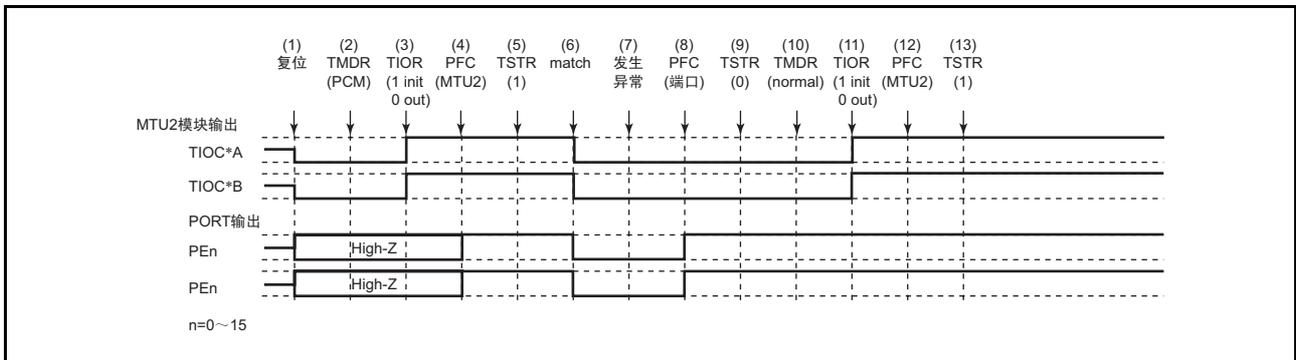

图 10.152 在相位计数模式中发生异常并在正常模式中恢复
在相位计数模式中发生异常，重新设定后在正常模式中重新开始的说明如图 10.152 所示。
- (1) ~ (9) 与图 10.152 相同。
- (10) 设定 PWM 模式 1。
- (11) 必须通过 TIOR 初始化引脚（在 PWM 模式 1 中不初始化 TIOC*B）。
- (12) 必须通过 PFC 设定为 MTU2 输出。
- (13) 通过 TSTR 重新开始。
(19) 在相位计数模式的运行中发生异常并在 PWM 模式 2 中重新开始时的运行
- (10) 设定 PWM 模式 2。
- (11) 必须通过 TIOR 初始化引脚（在 PWM 模式 2 中不初始化周期寄存器的引脚）。
(20) 在相位计数模式的运行中发生异常并在相位计数模式中重新开始时的运行
- (10) 在相位计数模式中重新开始时不需要此步骤。
- (11) 必须通过 TIOR 初始化引脚。
(21) 在互补 PWM 模式的运行中发生异常并在正常模式中重新开始时的运行